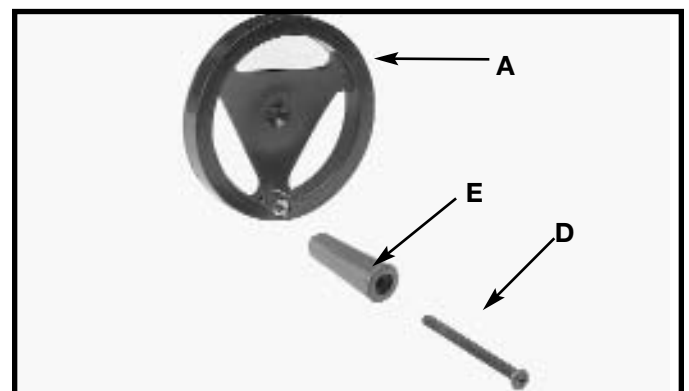

Fig. 5
1. Inserte el tornillo de M6x1x55 screw (D) Fig. 5, a través de la agarradera (E) y ensamble la agarradera (E) al volante de mano (A) mediante el roscado del tornillo (D) en el sentido de las manecillas del reloj hacia dentro del volante de mano.